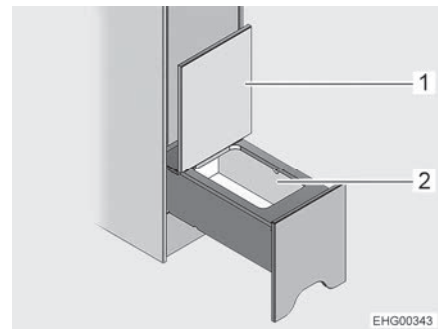

Bild 125 Staufach
- Deckel (Bild 125,1) nach oben klappen. Staufach (Bild 125,2) ist zugänglich.